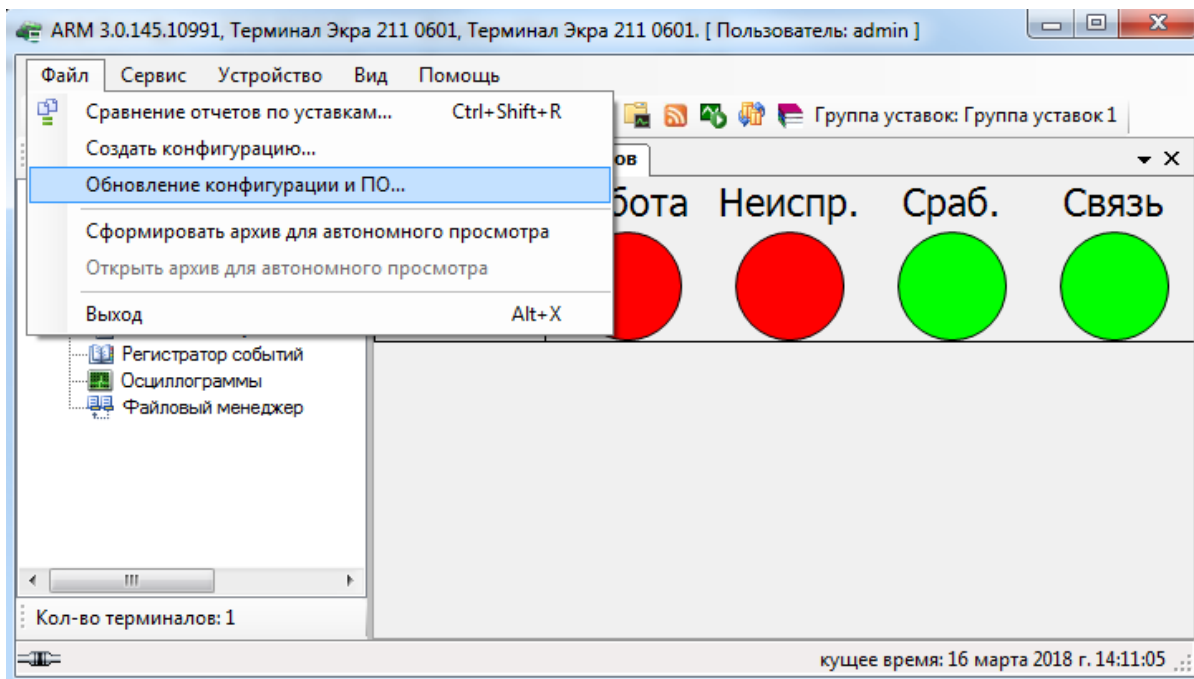

Рисунок 4.27
4.8.2 Запись конфигурации производится через пункт главного меню **Файл** → **Обновление конфигурации и ПО...** (см. рисунок 4.27).